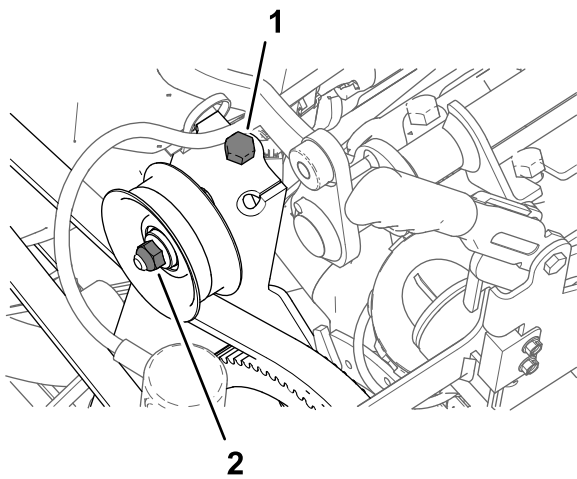

Рисунок 177
1. Ослабьте гайку крепления натяжного шкива (Рисунок 177).
2. Поверните болт натяжения ремня, чтобы снять натяжение ремня насоса опрыскивателя (Рисунок 177).